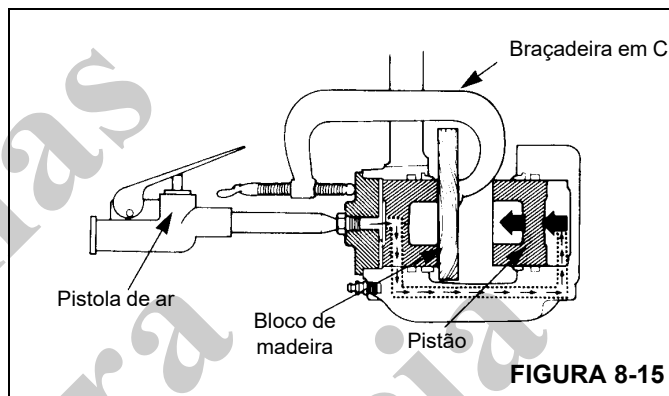

FIGURA 8-15
- b. Aplique ar comprimido à conexão de entrada para forçar os pistões para fora da outra carcaça. Se um pistão sair antes do outro, coloque um pedaço de madeira na frente do pistão que saiu primeiro. Aplique ar comprimido para forçar o outro pistão para fora da carcaça. Consulte a Figura 8-15.